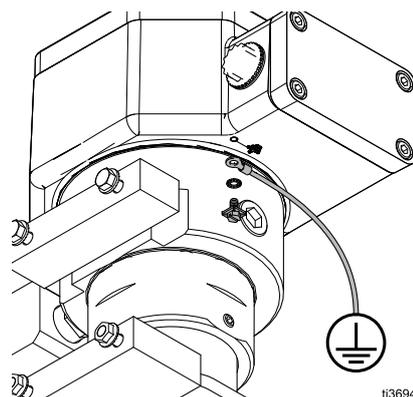

FIG. 7 : Fil de mise à la terre externe
2. Pour les sites à risque uniquement : Brancher un fil de terre comme illustré sur la FIG. 7. Desserrer la vis de mise à la terre et raccorder un fil de mise à la terre (Y, réf. Graco 222011 non fourni). Serrer solidement la vis de mise à la terre. Raccorder l'autre extrémité du fil de mise à la terre à une véritable prise de terre.